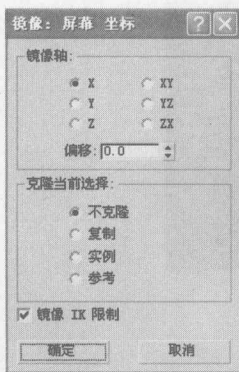

图 1-24 镜像出的椅子腿造型及位置
(9) 在顶视图中确认创建的放样物体造型处于选择状态，单击工具栏中的  按钮，以 X 轴为对称轴，使用“实例”镜像的方式复制 1 个并调整其位置，如图 1-24 所示。